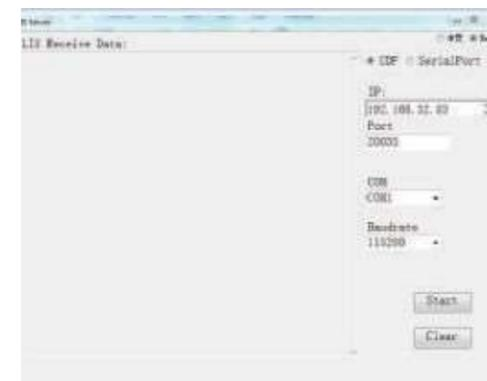

Fig. 6.18
- 3) Deschideți software-ul de preluare a datelor LIS instalat în computer, selectați "network port". Faceți clic pe “Start” (vezi Fig. 6.18).